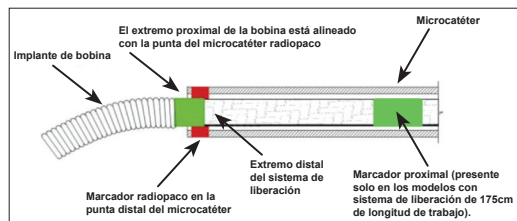

Figura 4. Posición de las bandas marcadoras para el desacoplamiento
- Haga avanzar la bobina en el lugar deseado hasta que el marcador radiopaco del sistema de liberación esté alineado o ligeramente distal del marcador radiopaco de la punta distal del catéter, colocando la zona de desacoplamiento justo fuera de la punta del catéter. Consulte la figura 4.